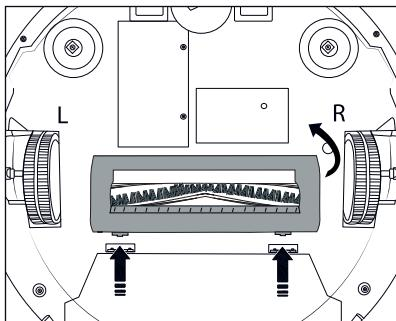

Abb. 14
① ACHTUNG!
- Benutzen Sie das Gerät nur mit ordnungsgemäß montierten Seitenbürsten ⑨ und Bürstenrolle ⑯.
- ② Hinweis
- Reinigen Sie die Bürstenrolle ⑯ und die Seitenbürsten ⑨ regelmäßig, um einen ordnungsgemäßen Betrieb des Gerätes zu gewährleisten und Ausfälle zu vermeiden.
- ♦ Drücken Sie auf die beiden Entriegelungstasten der Bürstenrollenabdeckung ⑮, um diese zu lösen. Nehmen Sie die Bürstenrollenabdeckung ⑮ vom Gerät ab (siehe Abb. 14).